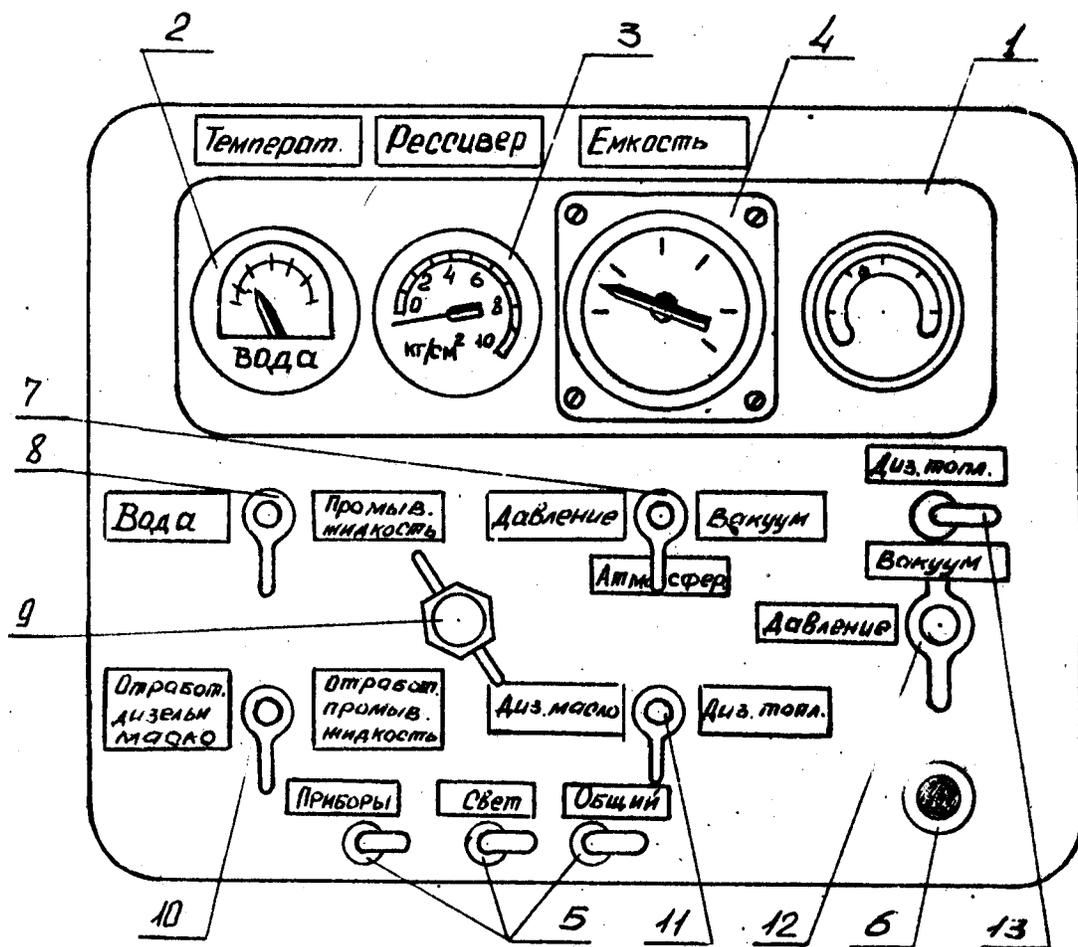

Рис.1 Схема щита управления
На его панели 1 (см.рис.1) установлены: указатель температуры воды в емкости 2, манометр 3, показывающий давление в ресивере сжатого воздуха, мановакуумметр 4, показывающий давление и разряжение в емкостях для смазочных материалов, электрические выключатели 5, предохранитель кнопочный 6, редуктор воздушный 9, воздушные краны режимов работы 7 и 12, распределительные воздушные краны 8,10,11, предохранитель емкости дизельного топлива 13 (рис.2).
- установить рукоятку крана 7 (см.рис.1) на щите управления в положение "атмосфера";
- установить рукоятку кранов 7 и 12 (см.рис.1) в положение "вакуум";
- включить тумблер общий 5 (см.рис.1) на щите управления;
За температурой воды при работе подогревателя следят по показаниям указателя температуры " (см.рис.1). При достижении температуры в системе +70°С закрыть кран системы подачи топлива и переключатель поставить в нулевое положение.
- рукоятку кранов 7 и 12 (см.рис.1) установить в положение "давление";